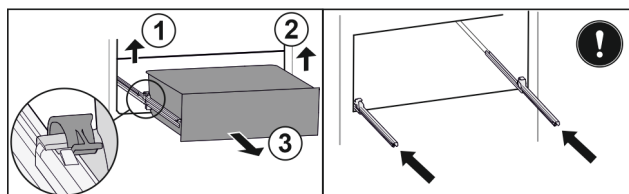

Fig. 89
- Dvignite levo spojko in hkrati povlecite predal levo naprej. Fig. 89 (1)
- Dvignite desno spojko in hkrati povlecite predal desno naprej. Fig. 89 (2)
- Predal vzemite ven v smeri naprej. Fig. 89 (3)